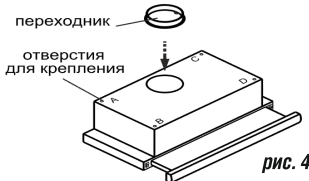
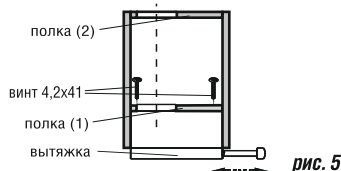

рис. 4
рис. 5
- 6.1 Установите пластиковый переходник и зафиксируйте его защелками (рис. 4).
- 6.3 Крепление кухонной вытяжки к верхнему шкафу над плитой (рис. 4, рис. 5):
- просверлите в нижней части полки (1) шкафа (рис. 5) четыре отверстия для крепления, используя монтажный шаблон (можно использовать шаблон расположенный на упаковке);
- вырежьте в полке (1) по монтажному шаблону отверстие для переходника и гофрированного воздуховода для отвода воздуха;
- вырежьте дополнительное отверстие в полке (2) шкафа (рис. 5) для воздуховода при работе в режиме «вытяжки» и для свободного прохождения воздуха при работе в режиме «рециркуляции»;
- снимите алюминиевый фильтр (рис. 4);